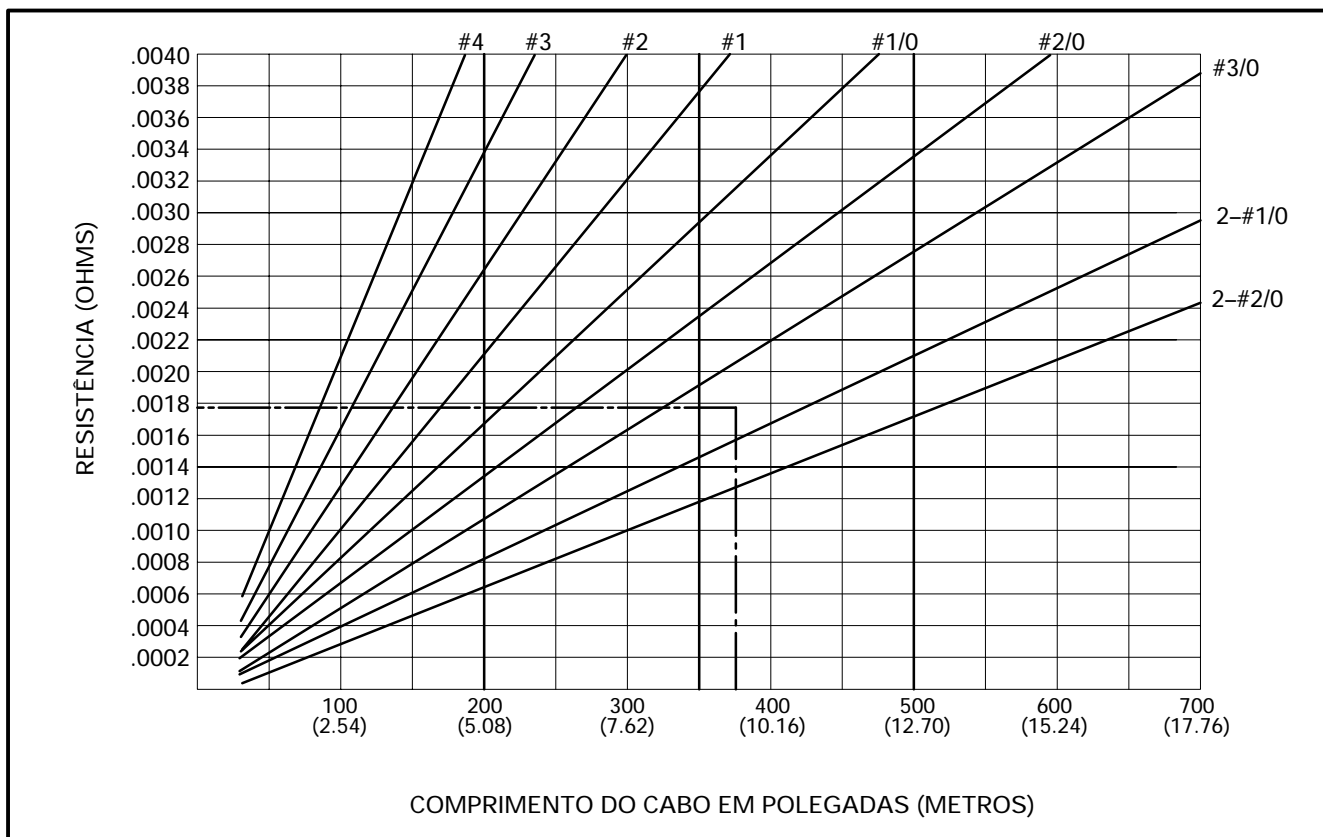

Figura 4-15. Resistência vs. Comprimento para Vários Tamanhos de Cabos AWG
4. Veja a **Figura 4-15** para as resistências dos cabos AWG (Bitola Americana de Cabos). Neste exemplo, como mostram as linhas pontilhadas, a menor bitola de cabo que pode ser utilizada é 2 cabos No. 1/0 AWG em paralelo.